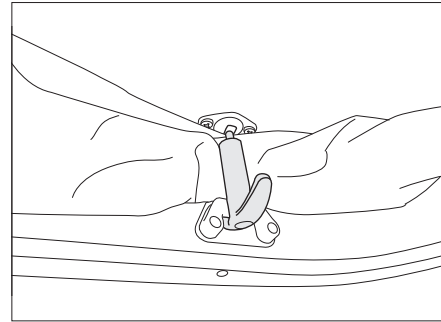

Fig. 72 Seguro del techo para dormir
- Tirar los seguros (Fig. 72) para soltarlos.
- Tirar los seguros (Fig. 72) ligeramente hacia abajo y engancharlos.